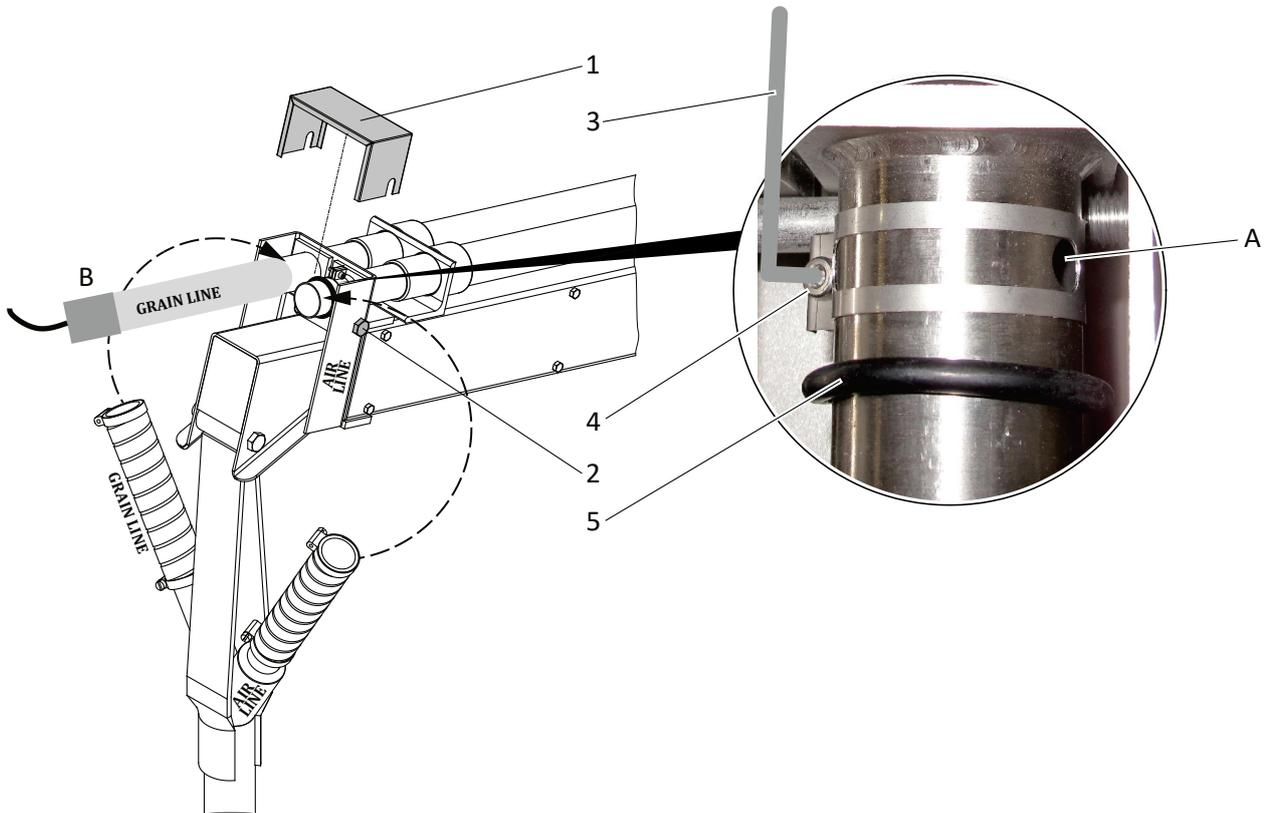

Abbildung 42: Einstellung Convac-Ventil
- das Vakuum an der Förderleitung (GRAIN LINE) am Entnahmespeer mit einem Unterdruckmessgerät, siehe **Abbildung 42** (Pos. B). Das Vakuum sollte bei 250-270 mbar liegen.